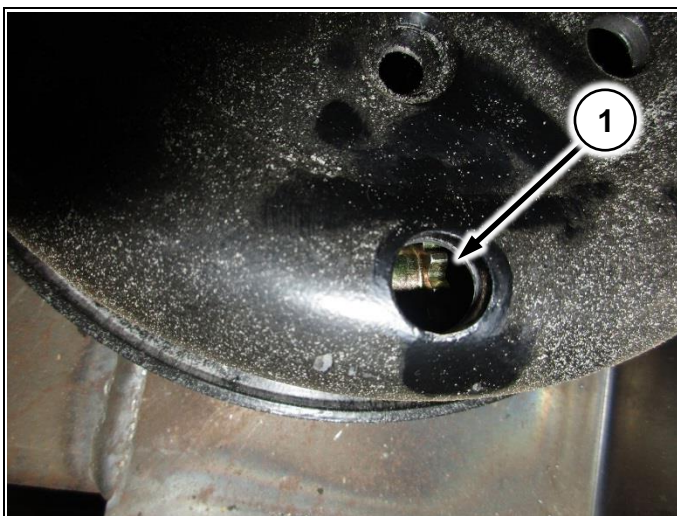

Рис. 76
4. Внутри располагается регулировочный винт (Рис. 76/1). При помощи отвертки, вращайте винт до тех пор, пока карданный вал перестанет вращаться усилием руки